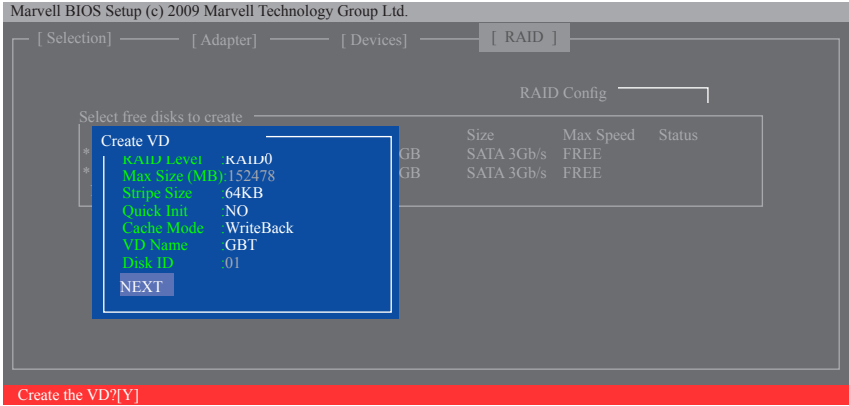

図 8
6. **NEXT:** 上の設定を完了した後、**NEXT** に移動して<Enter>を押しアレイの作成を開始します。確認を求められたら、<Y>を押して確認するか<N>を押してキャンセルします (図 8)。